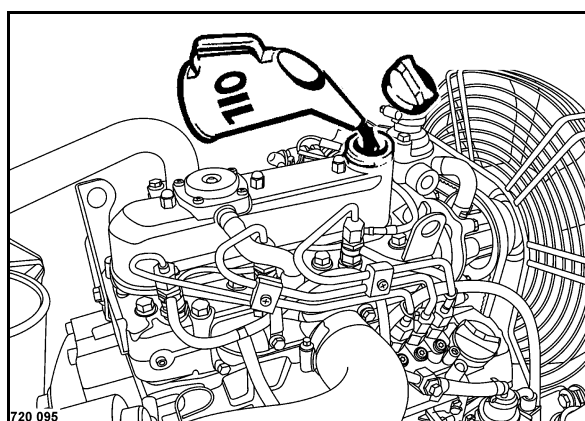

Рис. 96
- Залить новое моторное масло (Рис. 96).